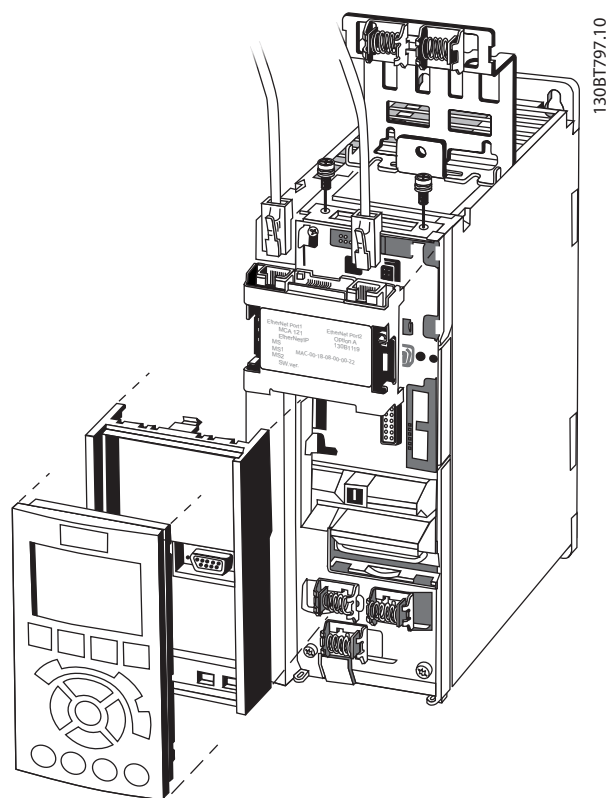

Abbildung 3.10 Verkabelung für Gehäusetypen A1-A3
1. Montieren Sie die vorkonfigurierten Kabel mit den Anschlüssen an die Feldbus-Option. Montieren Sie bei A1- und A2-Gehäusen die mitgelieferte Zugentlastung mit 2 Schrauben an der Oberseite des Frequenzumrichter, siehe *Abbildung 3.10*. Informationen zu den technischen Daten finden Sie in *Kapitel 3.7.1 Verkabelungsanforderungen*.